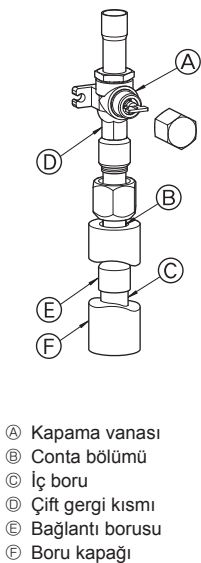

Fig. 4-3
- 3 Gaz boruları bağlantısı için aşağıdaki yöntemi kullanın. (Fig. 4-3) (SHW230)